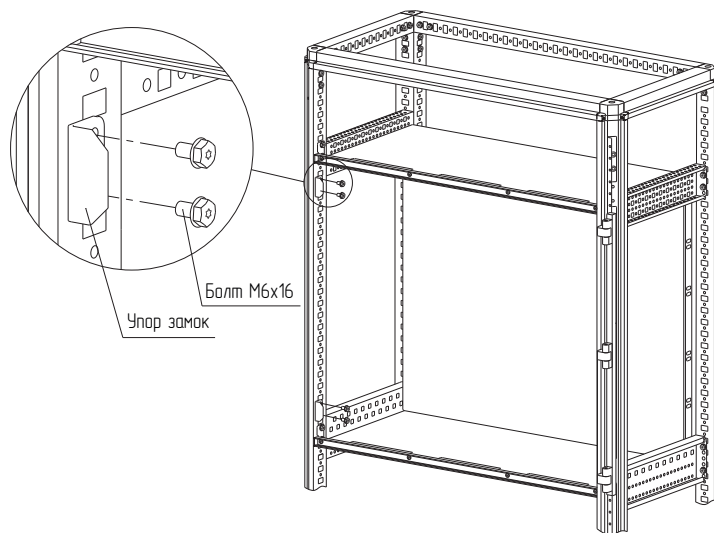

Рисунок 55
4.28.6 Установите упоры замка в соответствующие места, болтами М6х10 (рисунок 55) момент затяжки – 7 Н·м.